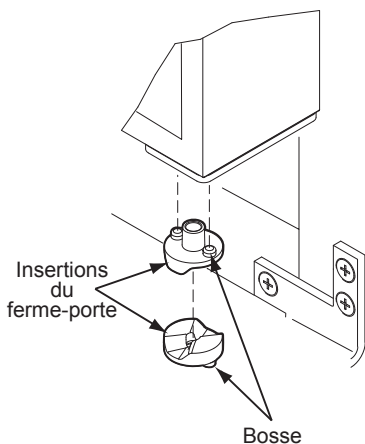

Figure 3
- 5 Après que l'ajustement est terminé, enlevez les ferme-porte de la charnière du bas, nettoyez à fond et mettez de la gelée de pétrole sur les surfaces de contact des ferme-porte (Figure 3). Assurez-vous que les bosses sur les ferme-porte sont alignées avec les trous des charnières et des plaques articulées. Montez la porte et installez le tourillon de la charnière du haut.